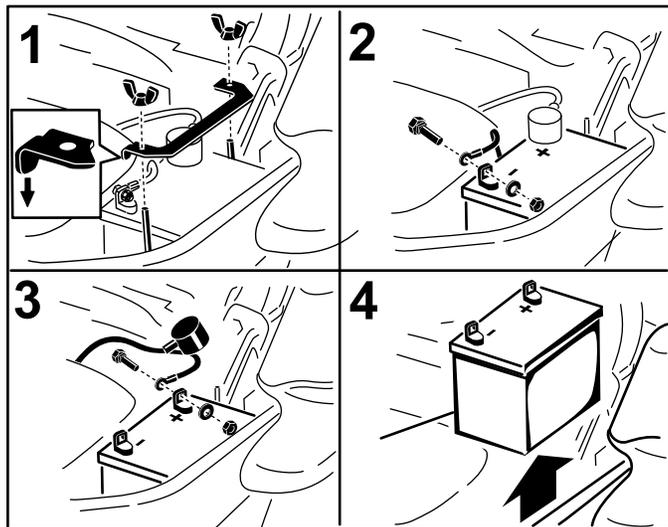

Figure 58
3. Commencez par débrancher le câble négatif (noir) de la borne négative (-) (noire) de la batterie (Figure 58).
4. Enlevez le capuchon rouge de la borne positive (rouge) de la batterie et débranchez le câble positif (+)(rouge) (Figure 58).
5. Retirez l'écrou à oreilles qui fixe la barrette de maintien de la batterie (Figure 58).
6. Déposez la barrette (Figure 58).
1. Placez la batterie dans son support en tournant les bornes à l'opposé du réservoir hydraulique (Figure 58).
4. Fixez les câbles avec 2 boulons, 2 rondelles et 2 contre-écrous (Figure 58).
6. Reposez la barrette et fixez-la avec l'écrou à oreilles (Figure 58).